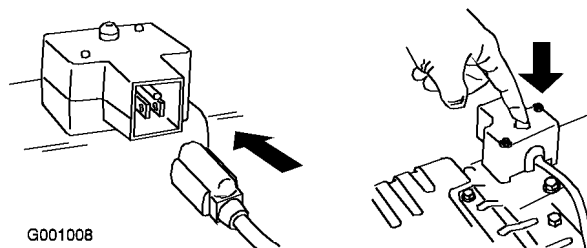

Figura 24
7. Avviate lo spazzaneve usando la maniglia di avviamento a strappo o l'avviamento elettrico (Figura 24).